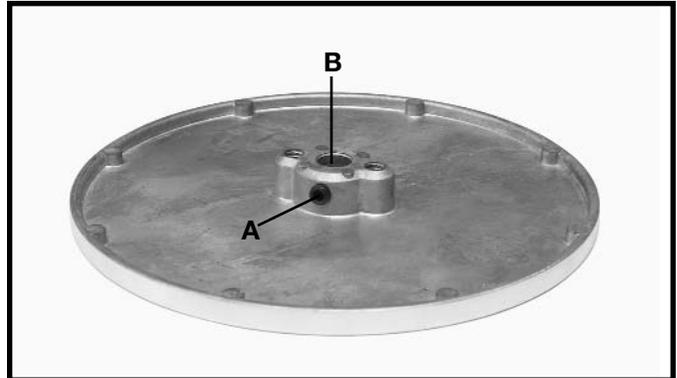

Fig. 6
1. Dévissez la vis de pression à tête creuse hex. 1/4-20 x 1/4 po (A) fig. 6, juste assez pour qu'elle ne dépasse plus du trou (B) fig. 6, du plateau.